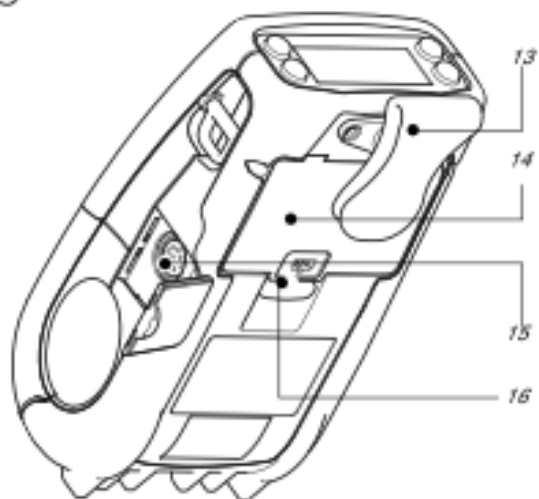
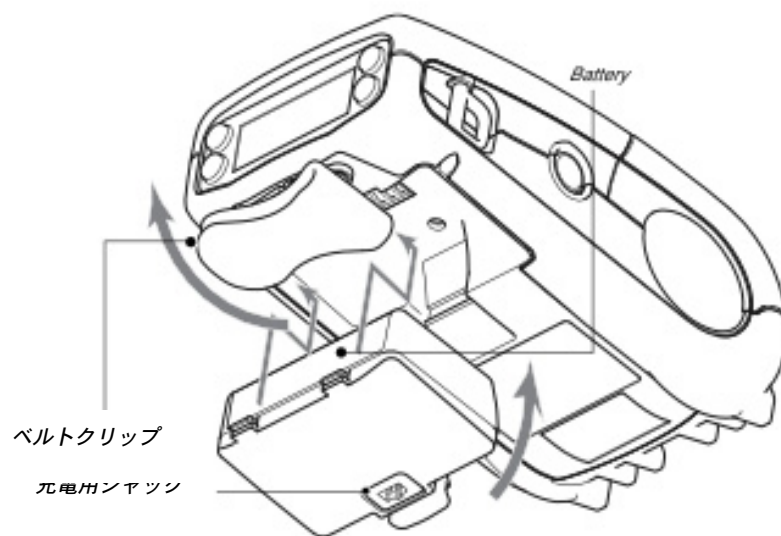

図1：QL220概観
図2：バッテリーを取り付ける
2. 図2に示されているように、プリンタにバッテリーを挿入します。
- 下の図1で示されるようにプリンタの横のラッチ開放ボタンを押してください。図2で示されるようにラッチのアセンブリが自動的に開放されます。